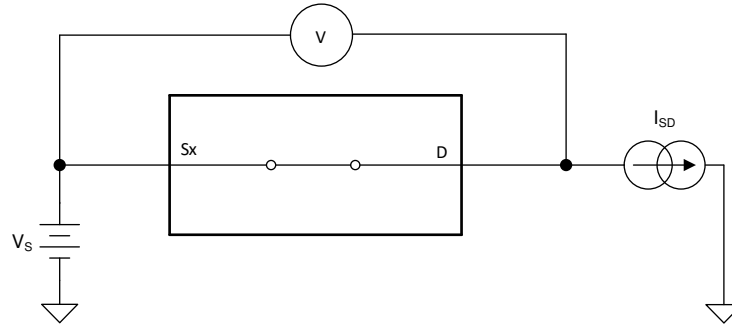

图 7-1. 导通电阻测量设置
器件的导通电阻是器件源极 (Sx) 和漏极 (D) 引脚之间的欧姆电阻。导通电阻随输入电压和电源电压的变化而变化。符号 R_{ON} 用于表示导通电阻。下图显示了用于测量 R_{ON} 的测量设置。图 7-1 显示了如何通过 $R_{ON} = V/I_{SD}$ 来计算 R_{ON} ，可以使用该设置来测量电压 (V) 和电流 (I_{SD})。